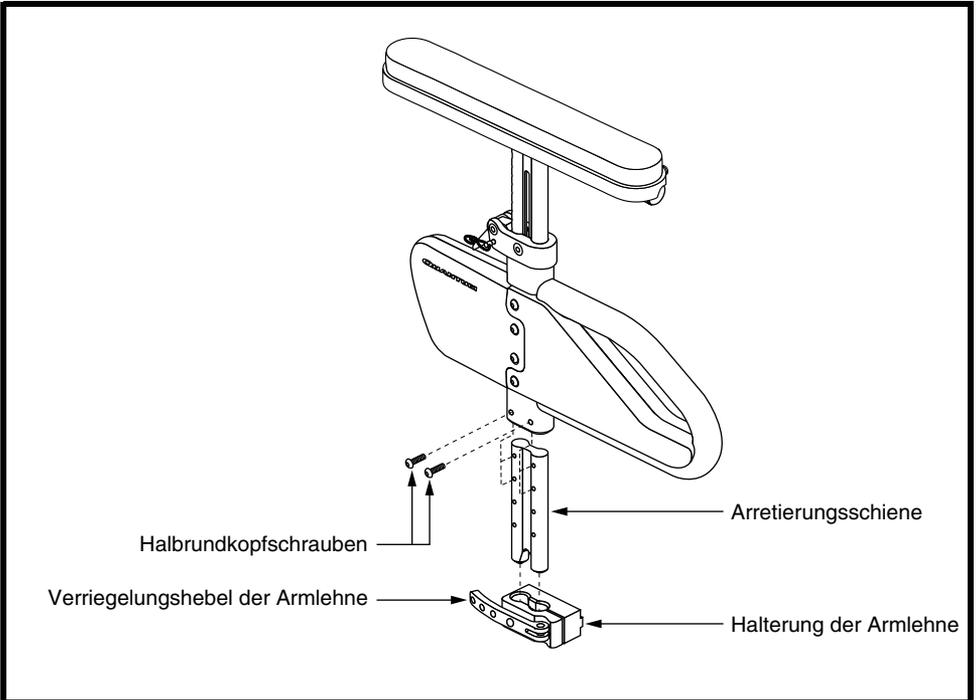

Abbildung 27. Anpassung der unteren Höhe der schnell höhenverstellbaren Armlehne mit einer Stütze
1. Entfernen Sie die beiden Halbrundkopfschrauben aus der Arretierungsschiene. **Siehe Abbildung 27.**